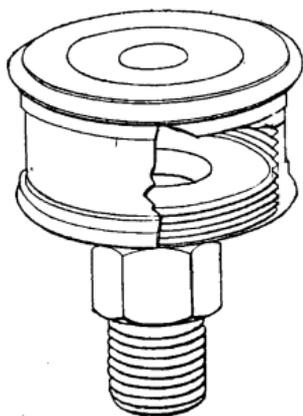

Fig. 300.
**Graisseur fig. 300.** — Petit récipient qui contient de l'huile ou de la graisse et que l'on place sur les paliers, les organes à graisser. Les modèles sont des plus nombreux.